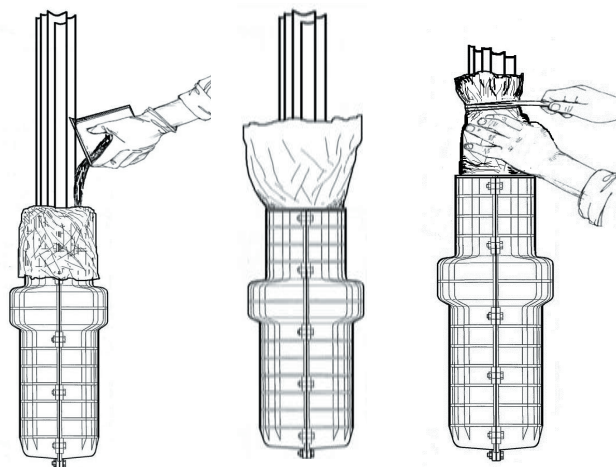

Рис. 10. Заливка герметика ВИЛАД-31 в наружный пакет
3.5.8 Подготовленный герметик полностью заливается в горловину МПЗ, в пространство между пакетами (рис. 10). Не дожидаясь подъёма герметика, наружный пакет перевязывают липкой ПВХ лентой.